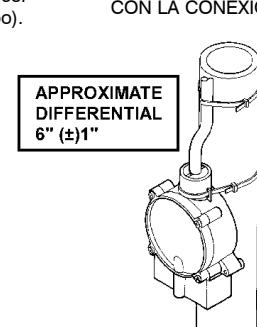

Figure 3.
3. For Universal installation, refer to Figure 3. The RS-5 can be attached to a pipe with the cable ties provided. Slots are provided at the upper collar of the switch housing to enable you to secure the switch to piping. Use one cable tie to attach the switch to the piping through the slots on the collar. The other cable tie should be used to secure the power cord to the piping approximately 3" above the switch collar as shown in Figure 3.
3. Pour l'installation universelle, se référer à la Figure 3. Le RS-5 peut être fixé à un tuyau à l'aide des colliers de serrage fournis. Des fentes situées sur le collier supérieur du coffrage des interrupteurs vous permettront de fixer solidement l'interrupteur au tuyau. Utiliser une des attaches de cordon pour fixer l'interrupteur au tuyau via les fentes sur le collier. Utiliser l'autre collier de serrage pour fixer le cordon d'alimentation au tuyau à environ 7,6 cm (3 po) au-dessus du collier de l'interrupteur, tel qu'illustré à la Figure 3.